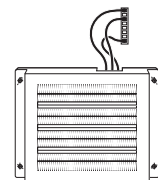

Рис. 14
7. Подключите нагревательный элемент к разьему «мама-папа» в приборе. Убедитесь, что соединение «мама-папа» надежно зафиксировано до щелчка (рис. 14).